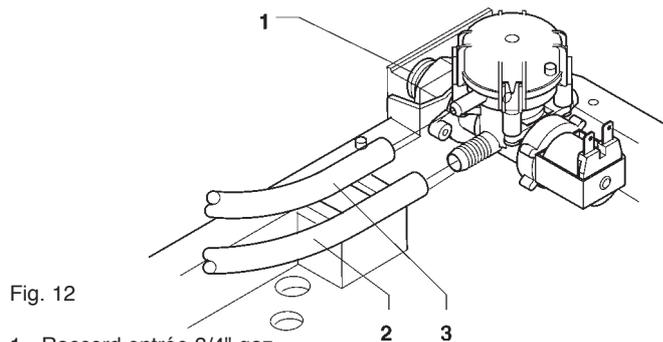

Fig. 12
Avec un tube approprié (disponible comme kit additionnel), à même de supporter la pression de réseau, et du type reconnu pour emploi alimentaire avec un diamètre interne d'au moins 6 mm, relier le réseau au raccord 3/4" gaz de l'électrovanne de l'arrivée d'eau (voir fig. 12).
L'électrovanne d'entrée de l'eau (voir fig. 12) est équipée d'un dispositif anti-débordement, qui bloque mécaniquement l'entrée d'eau lors d'une panne de l'électrovanne ou du mécanisme de contrôle du niveau d'eau dans la chaudière.
- dévisser l'écrou de fixation du tuyau d'alimentation de l'électrovanne pour décharger la pression résiduelle du réseau puis le resserrer (voir fig. 12) ;